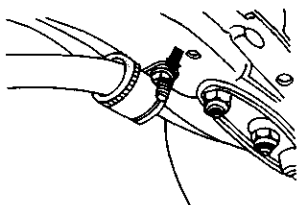

图 3-138 拆卸横向稳定杆
8) 拧下横向稳定杆的紧固螺栓 (拧紧力矩  $25\text{N}\cdot\text{m}$ ), 如图 3-138 所示。